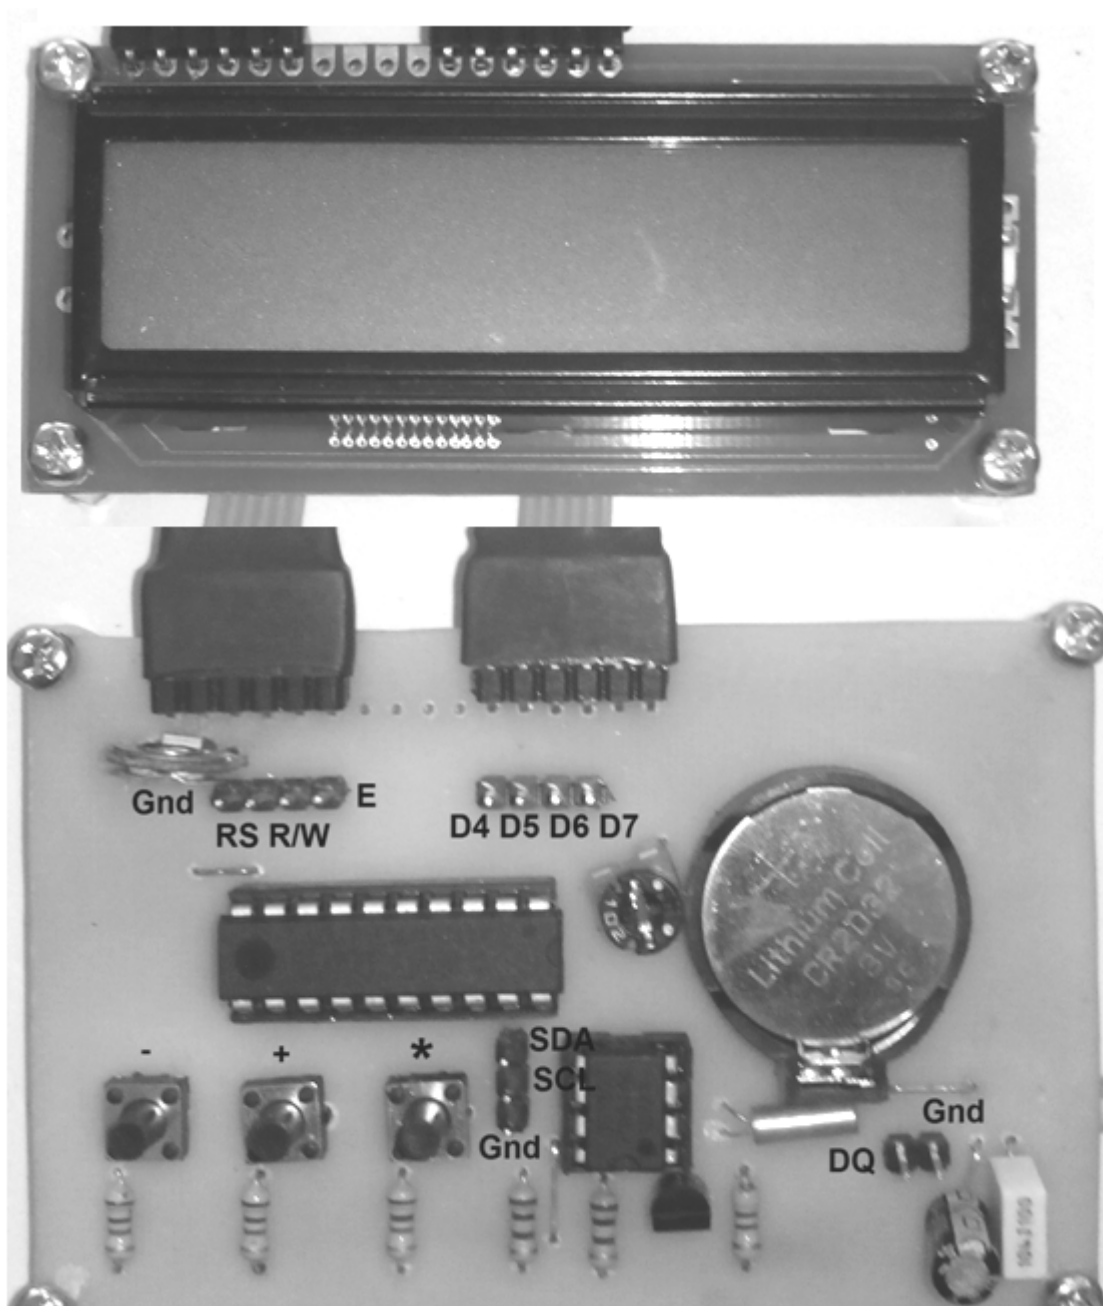

Рисунок 2.8 – Зовнішній вигляд лабораторного макета
1. Ознайомитись з конструкцією лабораторного макету (рис. 2.8) та логічного аналізатора (рис. 2.1).